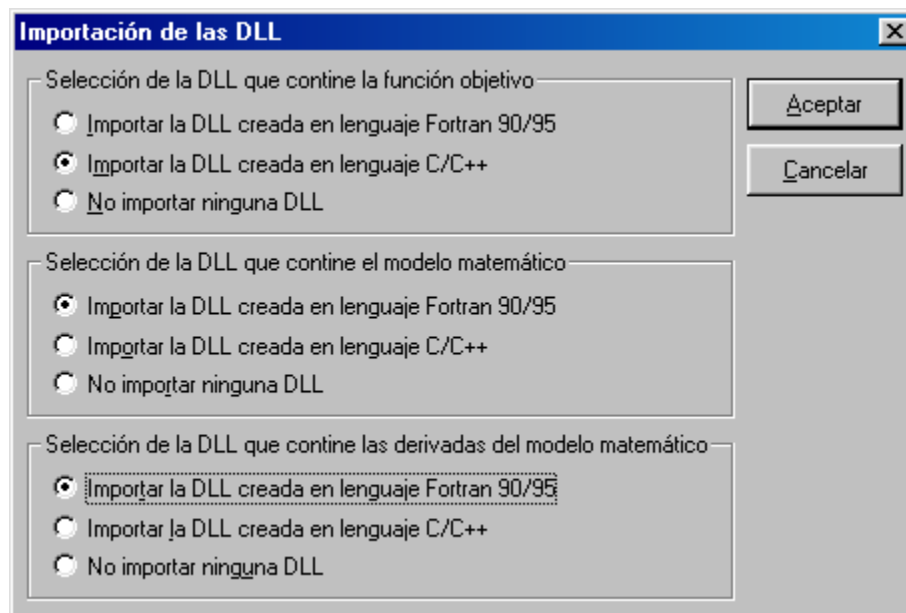

Figura A.1. El cuadro de diálogo Importación de las DLL.
11. Antes de proceder a ejecutar algunos de los métodos de optimización, primero hay que indicarle a la aplicación que tipo de DLL utilizará para este caso. Seleccione la opción **Herramientas** de la barra de menú, y seguidamente seleccione el submenú **Configuración** y finalmente el elemento **Importación de DLL...**, como se muestra en el capítulo II, ítem 2.2.8, esto provocará que aparezca el cuadro de diálogo **Importación de las DLL**, establezca las opciones de este cuadro de diálogo como se muestra en la figura A.1.